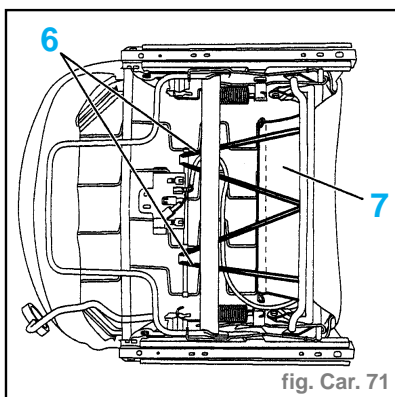

fig. Car. 71
- la poignée (5)
- Dégrafer les 2 élastiques (6) (fig. Car. 71).